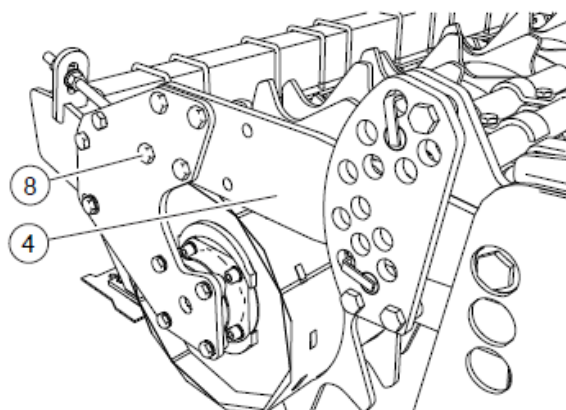

FIG. 11
- Assembler l'ensemble rouleau. Serrer les vis (8, "Fig. 11") des supports du rouleau au bras (4).